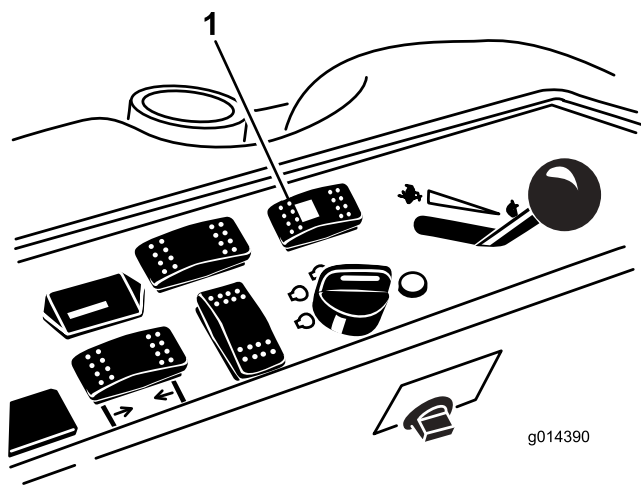

Figura 44
1. Presione el interruptor de selección de la dirección hacia atrás (dirección a cuatro ruedas) (Figura 44).